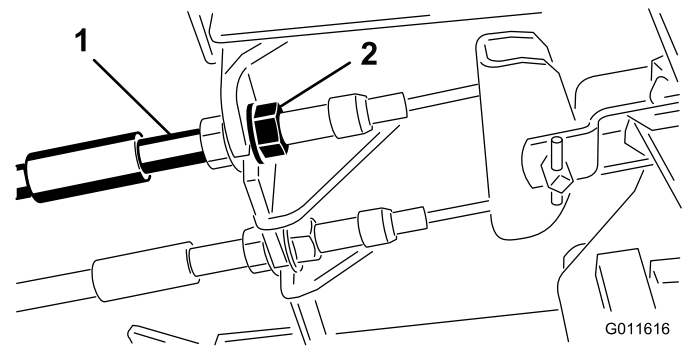

図 61
1. 遊びを減らすブレーキを締めるには、ブレーキケーブルのねじ山の前ナットをゆるめ、後ろのナットを締める図 61。